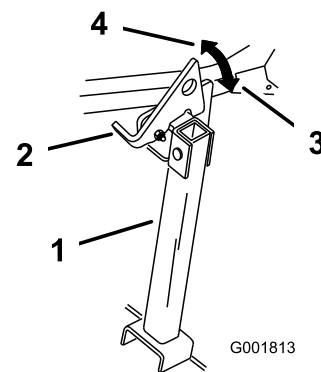

Bild 49
2. Heben Sie den Riegel in die entscherte Stellung an (Bild 49).